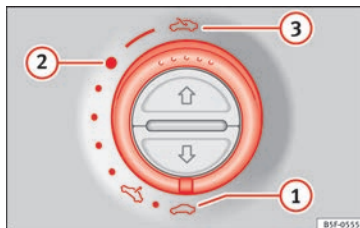

Fig. 13
- Åbning: Drej kontakten til position » Fig. 13 ③.
- Komfortstilling: Drej kontakten til position » Fig. 13 ②.
- Lukning: Drej kontakten til position » Fig. 13 ①.